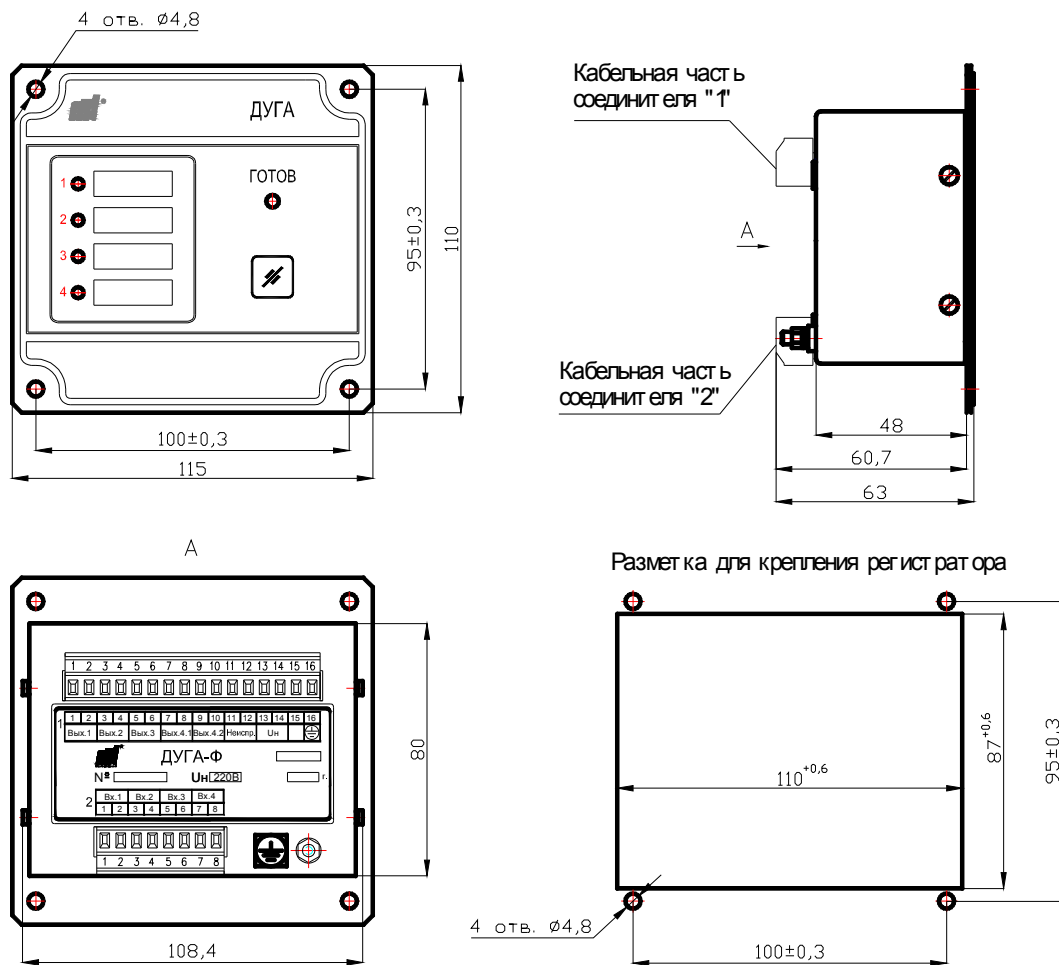

Рисунок 1 - Габаритные, присоединительные и установочные размеры регистратора
4.1 На передней панели регистратора (рисунок 1) расположены четыре светодиода с маркировкой соответствующего датчика "1" - "4" (таблица 2). Под ними расположен светодиод "ГОТОВ" и кнопка КВИТИРОВАНИЕ (мнемоническое изображение "").
6.3 Регистратор заземлить проводом сечением не менее 1,5 мм², подключаемым к зажиму заземления с маркировкой "⏏", расположенному на тыльной стороне корпуса регистратора (см. рисунок 1).